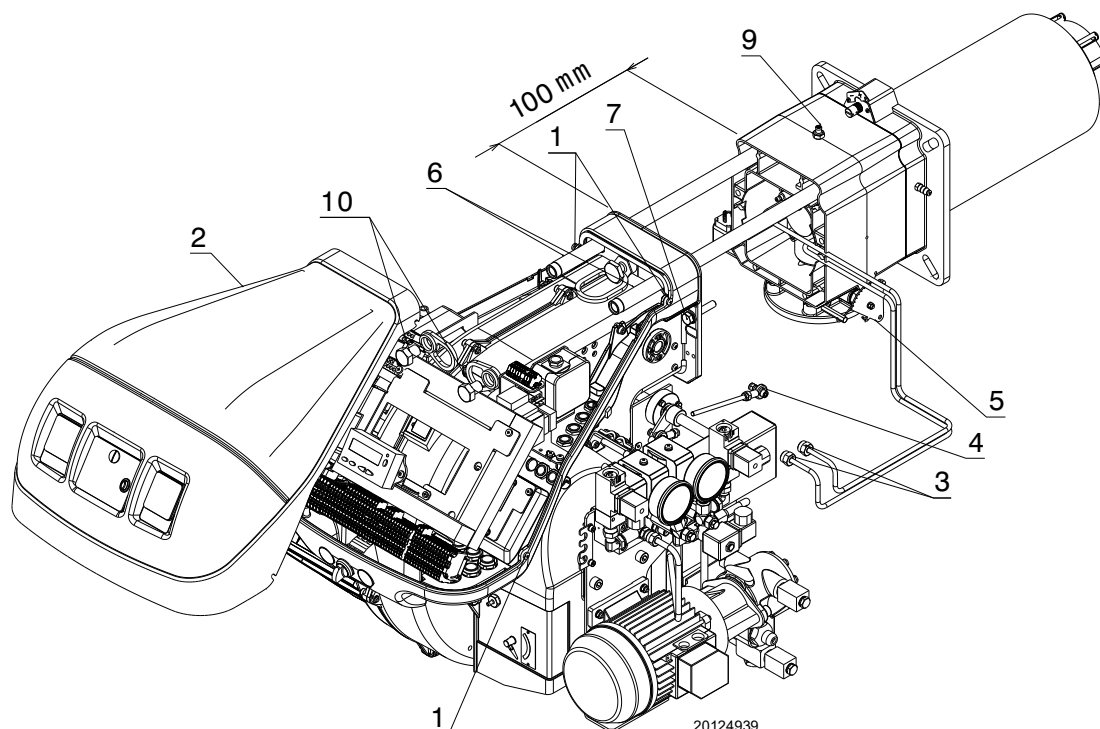

Fig. 52
- Aflojar los 4 tornillos 1)(Fig. 52) y sacar la tapa 2).
- Desmontar los dos alargadores de las guías 6)(Fig. 52).